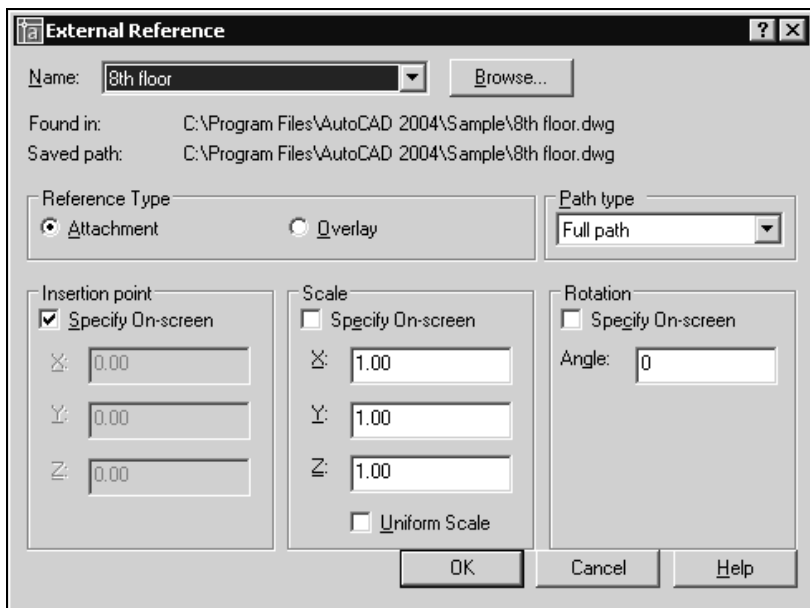
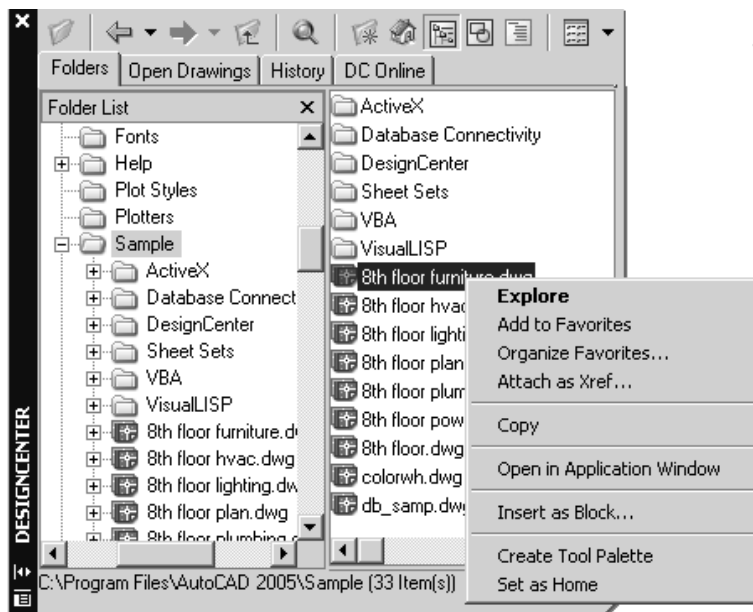

Рис. 18.2. Диалоговое окно для настройки параметров вставки внешней ссылки
Рис. 18.4. Контекстное меню для выбора способа вставки файла в текущий чертеж
2. В диалоговом окне **Select Reference File** (Выбор файла внешней ссылки) выберите необходимый файл с рисунком и щелкните мышью на кнопке **Open** (Открыть). Появится диалоговое окно **External Reference** (Внешняя ссылка) (рис. 18.2).
4. Из появившегося контекстного меню выберите **Attach as Xref** (Вставить ссылку) (рис. 18.4). Появится диалоговое окно **External Reference** (Внешняя ссылка) (см. рис. 18.2).
- **Attach** (Вставить) служит для вставки новой внешней ссылки в текущий рисунок. После щелчка на этой кнопке появляется диалоговое окно **External Reference** (Внешняя ссылка) (см. рис. 18.2). Далее предоставляются такие же настройки, что и в случае команды вставки внешней ссылки в рисунок **XATTACH** (ССВСТАВИТЬ).